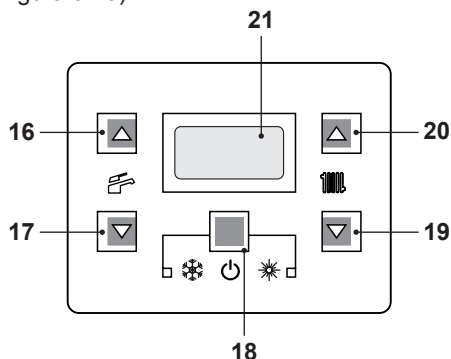
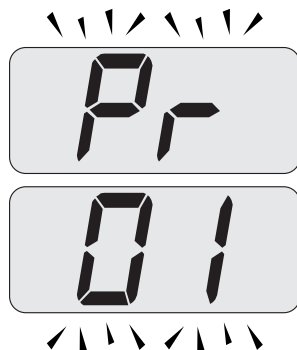

Figura 9.28
Figura 9.29
- Entrare in "modalità programmazione" premendo contemporaneamente per 10 secondi i tasti 18 - 19 - 20 (Figura 9.28) fino a far apparire sul display LCD le lettere **Pr** che si alternano con il codice **01** indicanti l'entrata nel "parametro 01" (Figura 9.29).
- Premere contemporaneamente i tasti 18 e 20 (Figura 9.28) fino a far apparire sul display LCD il valore del parametro 01 (Figura 9.30) (97=M263V.2025 SM/.. o 98=M263V.3035 SM/..).
- Premendo contemporaneamente i tasti 18 e 19 (Figura 9.28) si esce senza modificare il valore (ritorno alla lista parametri Figura 9.29)
- Premendo contemporaneamente per 10 secondi i tasti 18 - 19 - 20 (Figura 9.28) si esce dalla "modalità programmazione".